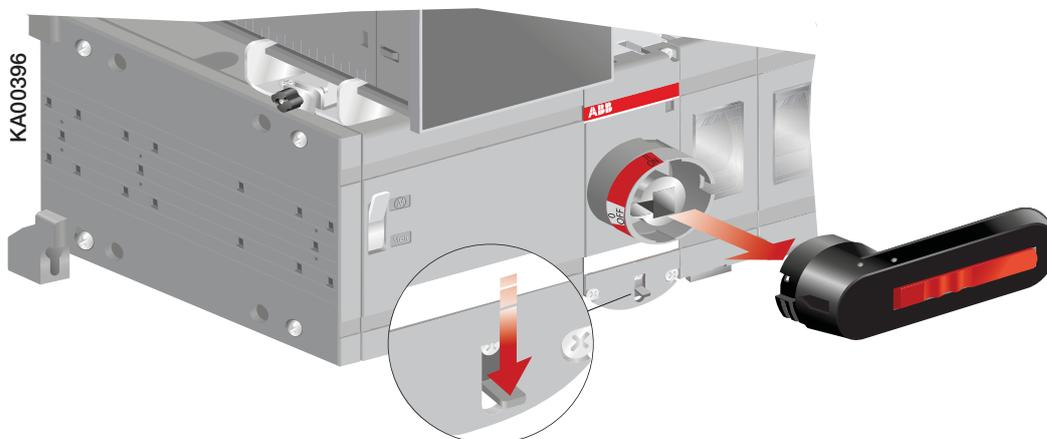

Рис. 7.1. Отсоединение рукоятки
1. Отсоедините рукоятку от панели переключения, нажав вниз расположенную под ней защелку блокировки и вытянув рукоятку, см. рис. 7.1.